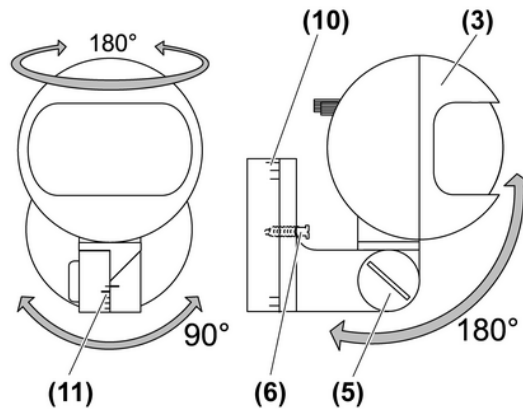

Figure 3: Orienter la tête du capteur
- Desserrer légèrement la vis centrale (6) (figure 3).
- Basculer la tête du capteur. La règle graduée (10) sert d'aide à l'orientation (figure 3).
- Desserrer la manette (5) (figure 3).
- Incliner la tête du capteur (3).
- ⓘ Lorsque les grandes graduations de la règle (11) se chevauchent, l'inclinaison est d'env. 14°. (figure 3). Plus la tête du capteur est inclinée, plus la portée est courte.
- Visser la manette (5).
- Tourner la tête du capteur (3) (figure 3). Le réglage se fait par le biais des crans, chaque cran équivalant à env. 10°.